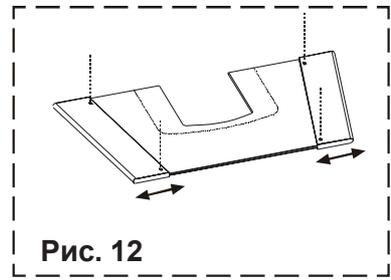

Рис. 12
**Боковые формы парового экрана можно раздвинуть в ширину – частично вывинтите два крепежных винта на каждой боковой форме, раздвиньте экран и снова завинтите винты. Рис. 12.**